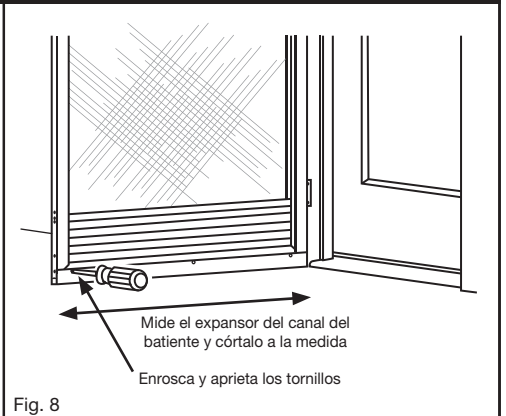

Fig. 8
Una vez que la puerta con pantalla esté completamente alineada, marca y pretaladra 4 orificios a través del exterior del expansor del canal de la bisagra y la puerta, usando una broca de 1/8". Los orificios deben estar a 1/4" (6 mm) del borde del expansor del canal de la bisagra, uno adyacente a la parte superior de la bisagra, uno cerca de la parte inferior y los dos restantes equidistantes entre los primeros. Asegura a la puerta el expansor del canal de la bisagra, usando los tornillos #8 x 3/8" incluidos (Fig. 8). Repite este procedimiento en la parte inferior de la puerta con pantalla.
Pega temporalmente el expansor del canal del batiente con la cinta de enmascarar. Marca y pretaladra (3) orificios de conexión del expansor del canal del batiente como se indica en la parte inferior usando una broca de taladro de 1/8". Asegúralo con los tornillos de 8 x 3/8" incluidos (Fig. 8).